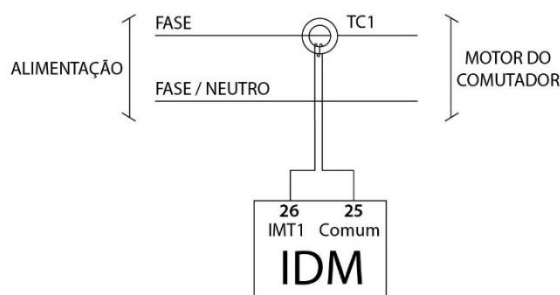
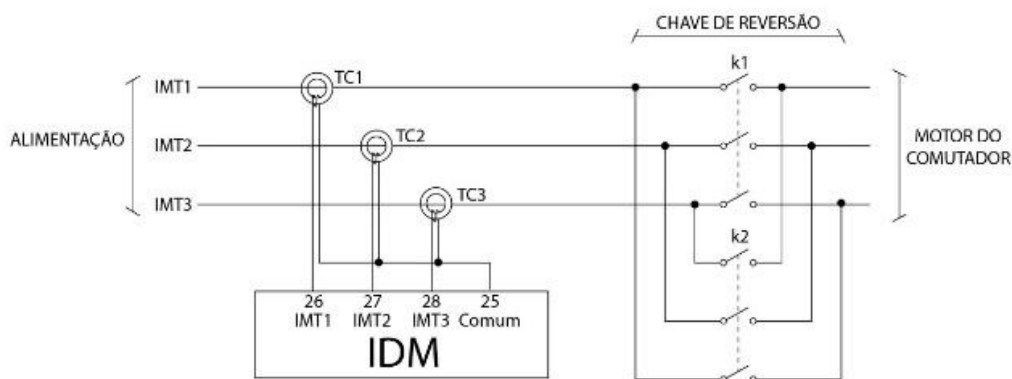
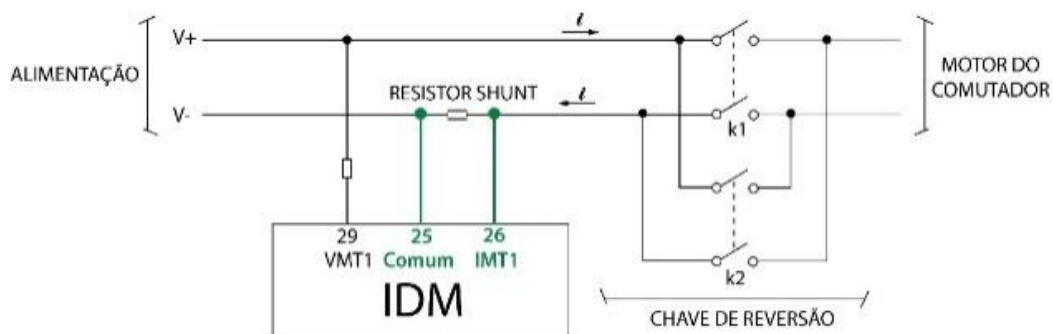
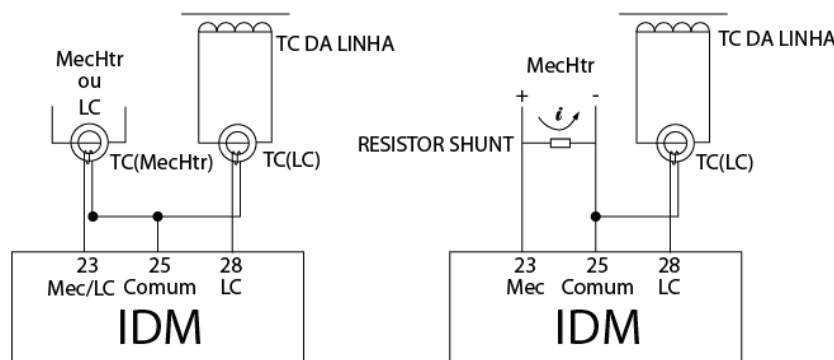

Figura 12 - Medição da corrente de alimentação de um motor CA monofásico ou bifásico
Figura 13 - Medição das correntes de alimentação de um motor trifásico
Figura 14 - Ligação para medição de tensão e corrente do motor CC
Figura 15 - (a) “MecHtr” com uso de TC *clip-on*, (b) “MecHtr” com uso de resistor *shunt*
A principal medição do IDM é a corrente que percorre o motor do comutador, conforme explicado no capítulo **2.3**. Quando o motor é de corrente alternada, a medição da corrente IMT1 deve ser feita envolvendo o fio da primeira fase do motor com um TC *clip-on* e conectando-o às entradas 26 e 25 do IDM. A maneira de se fazer esta conexão pode ser vista na **Figura 12**, **Figura 13** e **Figura 14**.
Nota-se que a instalação dos TCs foi feita antes da chave reversora para permitir a medição correta do fator de potência ( $\cos \phi$ ). Quando o motor é de corrente contínua (CC), a medição da corrente deve ser feita utilizando um resistor *shunt* e a **Figura 14** mostra como fazer esta ligação:
Esta é a entrada para a corrente da segunda fase da alimentação, IMT2, do motor. A conexão deve ser feita conforme a **Figura 13**.
A conexão para medir IMT3 deve ser feita de acordo com a **Figura 13**, enquanto que a **Figura 15** mostra a instalação para medir a corrente de linha “LC” e de aquecimento “MecHtr”.
Se a entrada 28 for usada para medir a corrente de alimentação da terceira fase do motor (IMT3, **Figura 13**), esta não estará disponível para medição da corrente de linha. Se a entrada 23 for usada para medir a corrente de aquecimento do mecanismo (MecHtr), esta não poderá ser usada para medir a corrente de linha.
Em qualquer dos casos, o diagrama de instalação pode ser encontrado na **Figura 15** encontrada no item anterior. Se a corrente de aquecimento (MecHtr) for CC, a medição deve ser feita utilizando um resistor *shunt*, de acordo com o segundo diagrama da figura. Nesse caso, a escolha do resistor deve respeitar a seguinte relação: